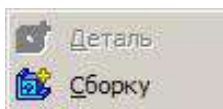

Рисунок 9.6 – Спливаюче меню пункту «Создать компонент» випадаючого меню в режимі «Сборка»
- «Создать компонент» викликає спливаюче меню (рис. 9.6).